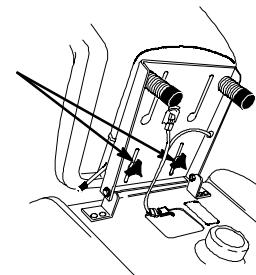

Bild 12
1. Heben Sie den Sitz an und lösen die Einstellräder (Bild 12).